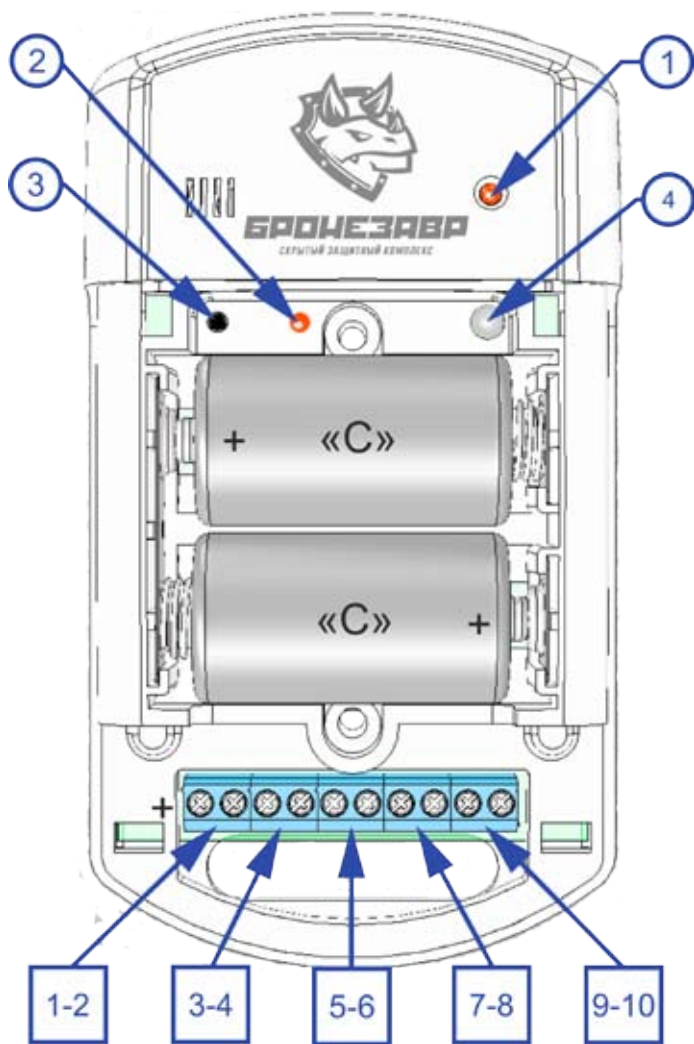

Рисунок 1
- 4) Повторно нажмите кнопку 3 (рис.1)
- 5) Загорается мигающий индикатор 2 (рис.1)
- 6) Поднесите ключ-брелок к фотодиоду 4 (рис.1) и нажмите на кнопку брелока 1 (рис.2.) при этом электронный блок издаст звуковой сигнал.
- 1) Нажать на кнопку 3 (рис. 1.)